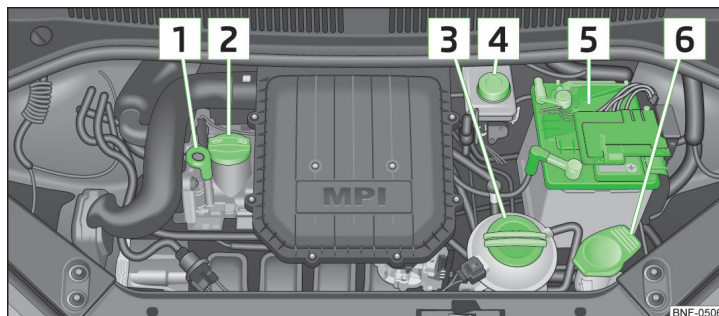

Bild 98 Principskiss: Motorrum
Placering i motorrummet » bild 98
- Skruva av locket till påfyllningsöppningen för motorolja » **bild 98 på sidan 104**.